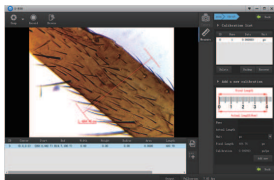

Abbildung 11
4. Klicken Sie auf die Funktion "Edit", um mehrere Messdaten der Probe zu kalibrieren. "Backup" kann die Kalibrierungsdaten sichern und als Datei speichern (Abbildung 11).